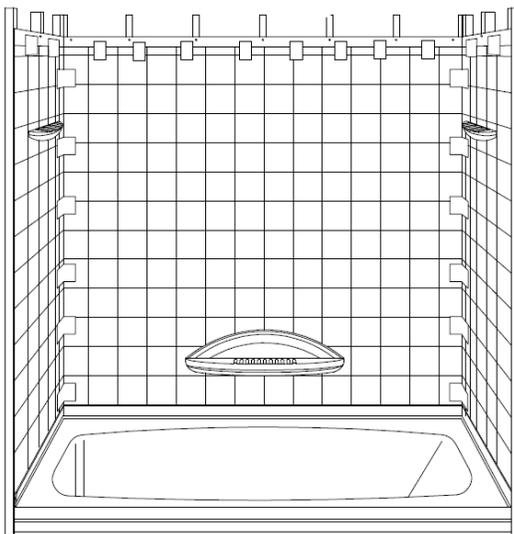

FIGURE 5
7. Maintenez les panneaux en place à l'aide de ruban masqué pendant que l'adhésif sèche (Fig. 5).
7. *Maintain panels in place with masking tape while adhesive dries (Fig. 5).*